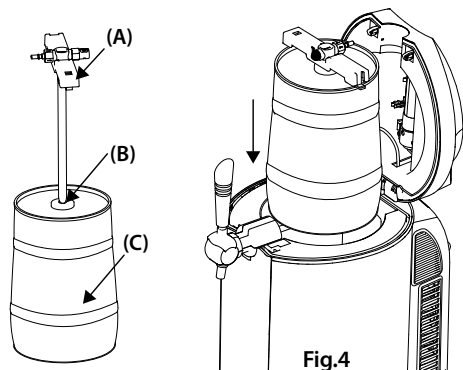

Fig.4
2. Avvicinare l'estremità affilata del perforatore (A) al sistema di chiusura (B) nella parte centrale superiore del fusto. Eventualmente potrebbe essere necessario rimuovere la chiusura o sostituire la guarnizione (v. capitolo "Sistemi di chiusura per il fusto").
3. Inserire il perforatore rapidamente nel fusto (C) tenendolo in posizione verticale. Si avverte un rumore che segnala che è stato raggiunto il bordo del fusto.
4. Aprire lo spillatore premendo il dispositivo di sblocco sul coperchio e inserire il fusto correttamente montato nella camera di raffreddamento (fig. 4).